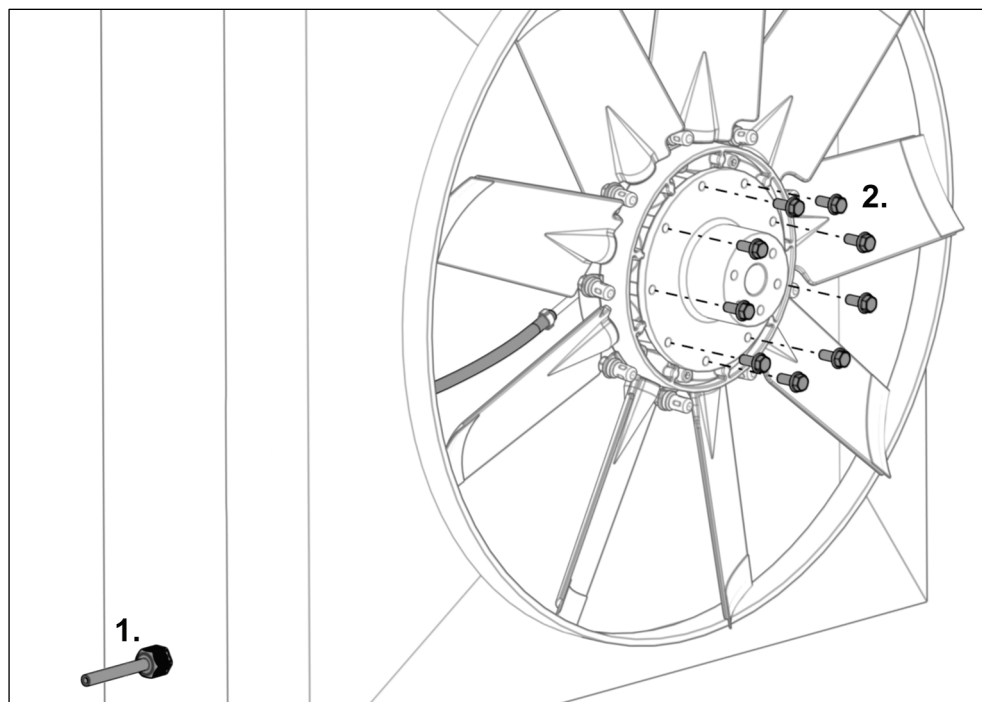

Bild 30
- 20) Dra tryckslangen igenom dragavlastningen (se Bild 30 steg 1).
- 22) Dra åt de medföljande låsskruvarna för hand (se Bild 30 steg 2).